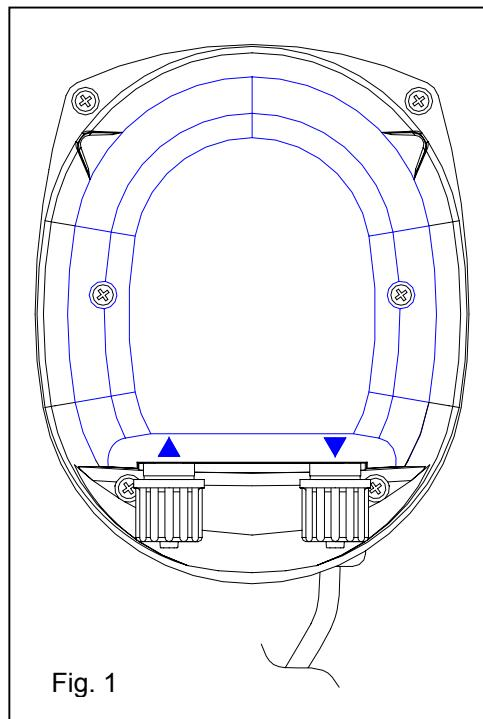

Fig. 1
- el tubo de aspiración esté dentro del depósito del producto, esté conectado al racor de aspiración de la bomba (indicado con ▲ en la tapa) y esté cerrado con la correspondiente virola (véase fig. 1);
- que le tuyau d'aspiration soit inséré à l'intérieur du réservoir du produit, qu'il soit relié au raccord d'aspiration de la pompe (indiqué par ▲ sur le couvercle) et également serré au moyen de la bague (voir fig. 1);
- il tubo di aspirazione sia inserito all'interno del serbatoio del prodotto, sia connesso al raccordo di aspirazione della pompa (segnato sul coperchio con ▲) e serrato con l'apposita ghiera (vedere fig. 1);